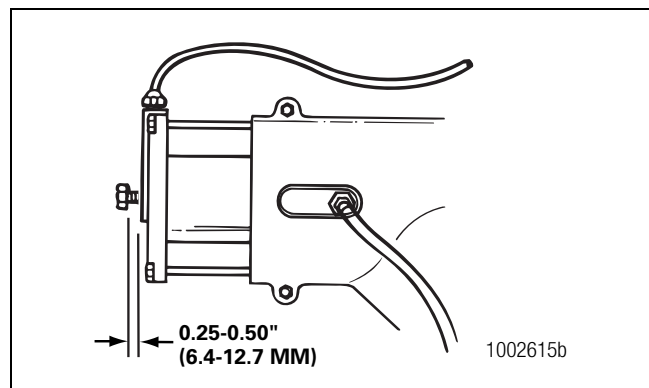

Figura 11.8
- D. Gire el tornillo prisionero hacia la derecha hasta que la cabeza esté aproximadamente de 0.25 a 0.50 de pulgada (6.4 a 12.7 mm) del cilindro. El tornillo prisionero está ahora en su posición de servicio y el collar de desplazamiento del DCDL está completamente acoplado (engranado). Figura 11.8. Cuando gire el tornillo prisionero notará poca resistencia. Esto es normal. Si nota una gran resistencia antes de alcanzar la distancia de 0.25 a 0.50 de pulgada entre la cabeza del tornillo prisionero y el cilindro, DEJE DE GIRAR EL TORNILLO PRISIONERO y continúe con los Pasos E y F.